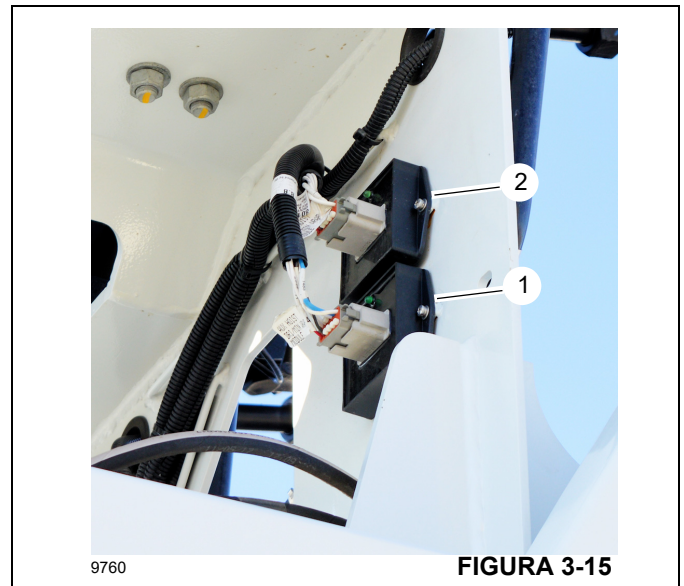

FIGURA 3-15
Utilice el siguiente procedimiento para asignar una ID de bus CAN a los módulos de los malacates. Si lo tiene, el módulo del malacate auxiliar (1, Figura 3-15) debe desconectarse antes de que al módulo del malacate principal (2) se le pueda asignar una ID de bus CAN. De manera similar, el módulo del malacate principal debe desconectarse antes de que se le asigne una dirección al malacate auxiliar, si lo tiene.
4. Si está incluido, desconecte el módulo de malacate auxiliar (1, Figura 3-15) y presione la tecla de función OK .
5. Si está equipado con un malacate auxiliar, conecte el malacate auxiliar (1) y desconecte el módulo del malacate principal (2).
8. Vuelva a conectar el módulo del malacate principal (2).